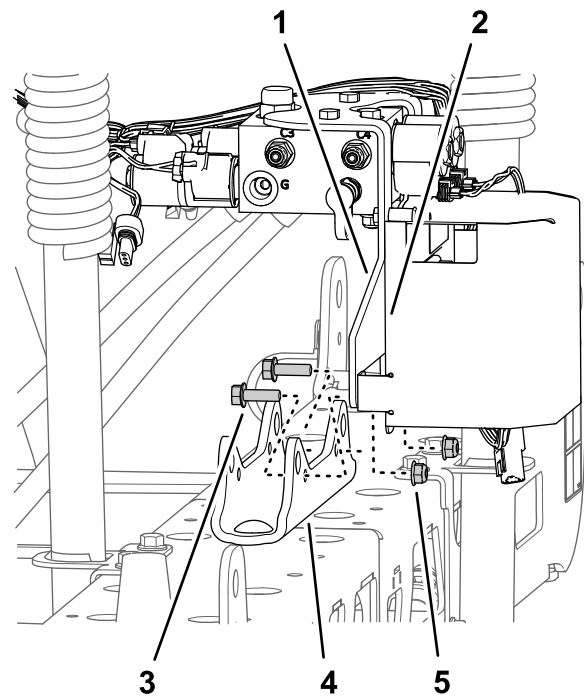

Bild 44
- **Maschinen mit der optionalen Nivellierung für den Ultra Sonic Boom:** Entfernen Sie die zwei Sicherungsbundmutter (5/16") und die zwei Bundkopfschrauben (5/16" x 1"), mit denen die Stützhalterung für den Abschnitthubverteiler und die TEC-Steuergeräthalterung an der Zylinderbefestigung befestigt ist, und nehmen Sie den Verteiler und die Halterung von der Zylinderbefestigung ab (**Bild 44**).